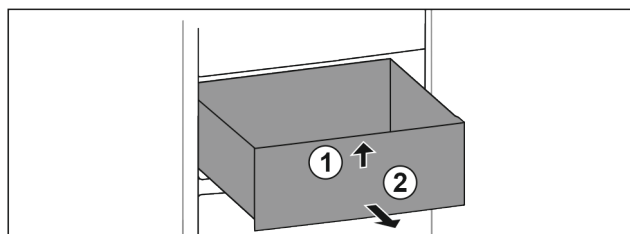

Fig. 99
- ▶ Løft skuffen foran. Fig. 99 (1)
- ▶ Ta ut skuffen framover. Fig. 99 (2)